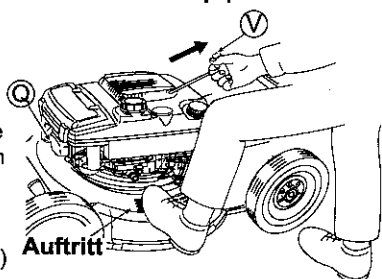

Abb. 12.
1 Installieren Sie die Zündkerzenkappe (Q). (Siehe Abb. 12.)
4 Um den Motor zu starten, stellen Sie einen Fuß auf den Auftritt am Gehäuse, ziehen Sie leicht am Startergriff (V) und halten Sie kurz an einer Position inne, von der aus Sie kräftig am Griff ziehen können (siehe Abb. 12.). Ziehen Sie anschließend von dieser Position aus kräftig am Griff. Lassen Sie den Startergriff (V) danach langsam los.